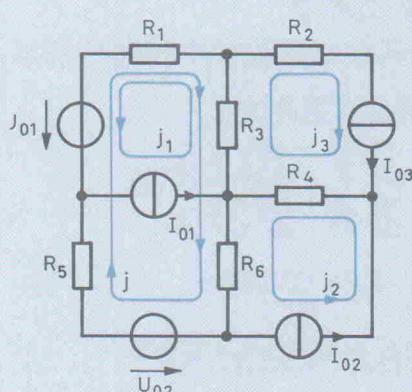

Bild 12.
Auch das in Bild 12 gezeigte Netzwerk – es beinhaltet so-
3. Das Einsetzen der Stromquelle I_{01} schließt eine zweite Schleife, die wie in Bild 12 gewählt und mit dem Schleifenstrom j_1 assoziiert wird. Ebenso wird I_{02} eingesetzt und der Maschenstrom j_2 assoziiert, gefolgt von I_{03} und dem assoziierten Maschenstrom j_3 .